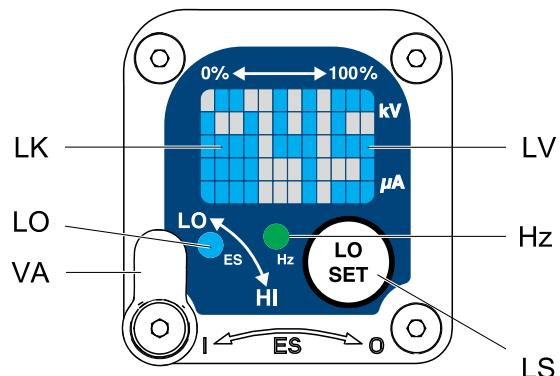

Figure 5 低压设置屏幕 (已锁定)。
低压设置可能锁定。锁定时，屏幕上会出现一个图像 (LK)。参见图 5 和第 12 页的表 1。